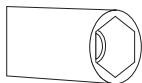

Figura 2
1. Deve usar chave com cabeça especial para retirar e instalar os bicos. (Figura 2)